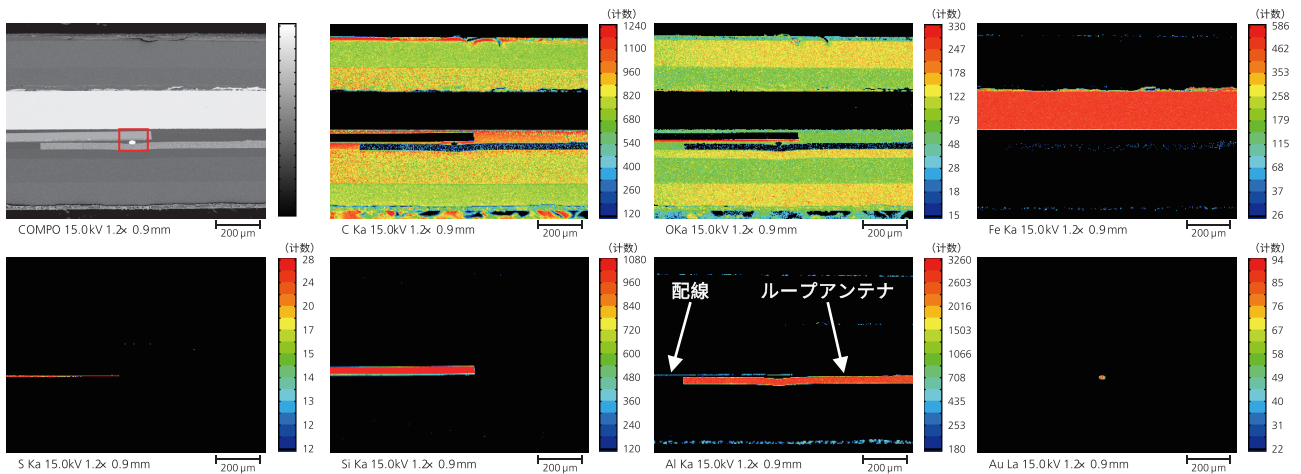

图 2 非接触式 IC 卡截面的元素面分析（整体图像）
图 2 所示为非接触式 IC 卡截面的元素面分析情况。在外侧覆盖卡上可观察到源自树脂的碳 (C) 和氧 (O)。另一方面，在嵌入卡内并未观察到基板或封装材料等模块，而是观察到属于 IC 芯片超高纯度单晶硅基板的厚度约 30 μm 的硅 (Si) 层和电气连接元件间的铝 (Al) 微型电路。此外，Al 线路下部有 Al 形成的厚度约小于 30 μm 的环形天线，其通过 Au 凸点实现连接。